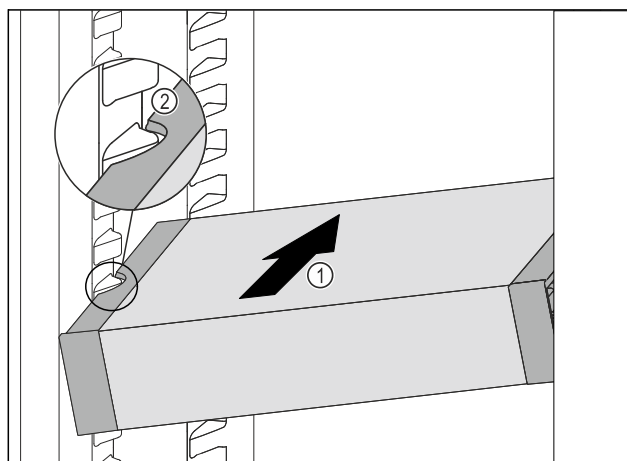

Fig. 122
- ▶ VarioSafe skjuts in snett i kyldelen Fig. 122 (1), tills sidofördjupningarna Fig. 122 (2) hos VarioSafe är i samma nivå som behållarlisterna i kyldelen.